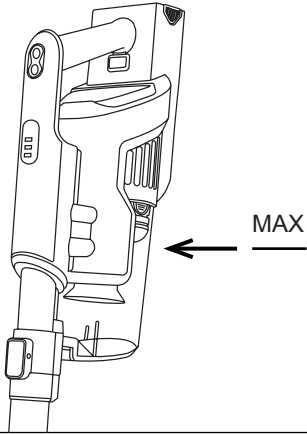

Fig 2
- Asegurarse que la batería esta bien colocada. (Fig. 2)